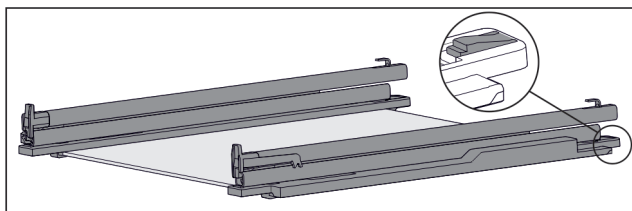

Fig. 105 Glasplatte mit Schienen und Halteteilen
- Halteteil hinten herunterdrücken (siehe Fig. 105) und gleichzeitig Schiene nach hinten schieben.